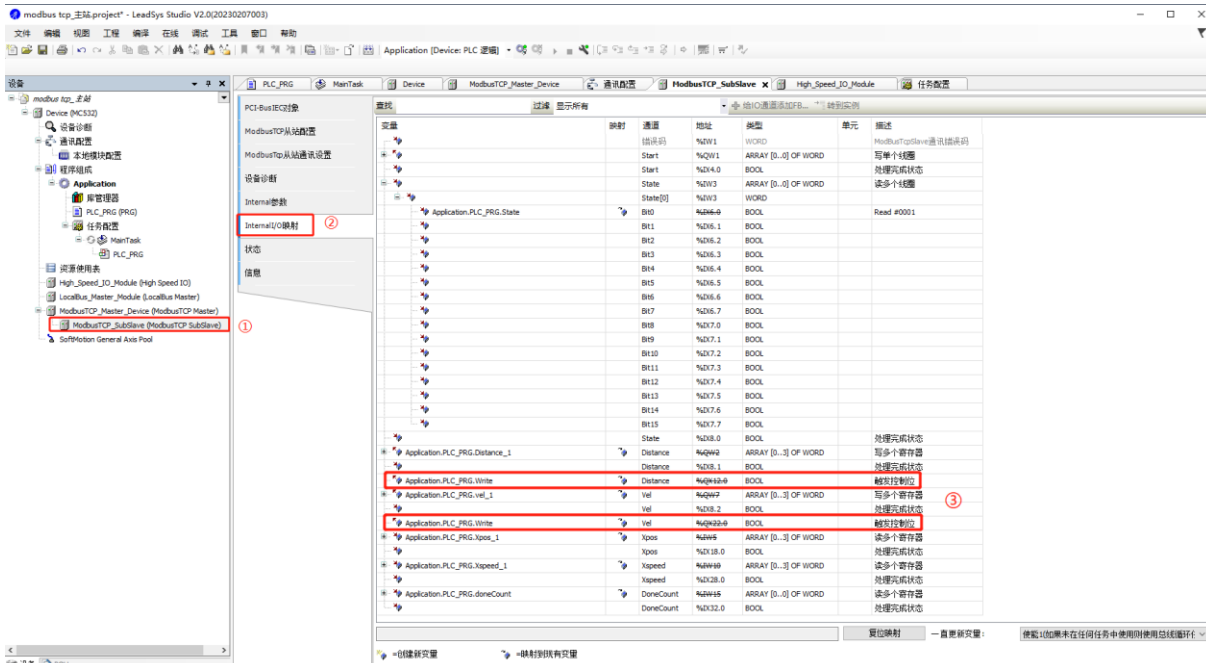

图 12.7 ModbusTCP 从站通讯地址映射
Modbus 从站 Internal I/O 映射等其他配置，基本与 Modbus RTU 相同，如图 12.7 所示，其中③为发送给从站的数据：Distance、Vel 为触发写入，Write 变量映射到触发控制位；详细操作过程可参考 11.2 节内容。